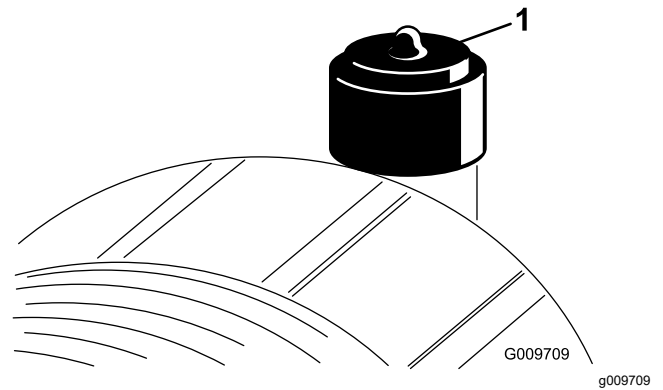

Bild 88
Warten Sie den Luftfilter nur, wenn die Wartungsanzeige dies angibt (Bild 88). Das frühzeitige Auswechseln des Luftfilters erhöht nur die Gefahr, dass Schmutz in den Motor gelangt, wenn Sie den Filter entfernen.
2. Stellen Sie die Anzeige (Bild 88) zurück, wenn sie auf Rot steht.